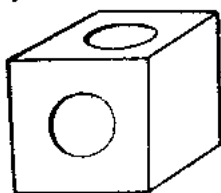

图 1
2. 再制两只镜盒。盒的每面是 60×60 [毫米]² 的小木板，其中一盒的两面在钉 (粘或榫) 合前要先在正中央用钢丝锯锯出直径为 30 [毫米] 的圆孔 (图 1)；另一只镜盒在同样两面，在钉合前，先各锯出直径为 30 毫米和 33 毫米的圆孔。